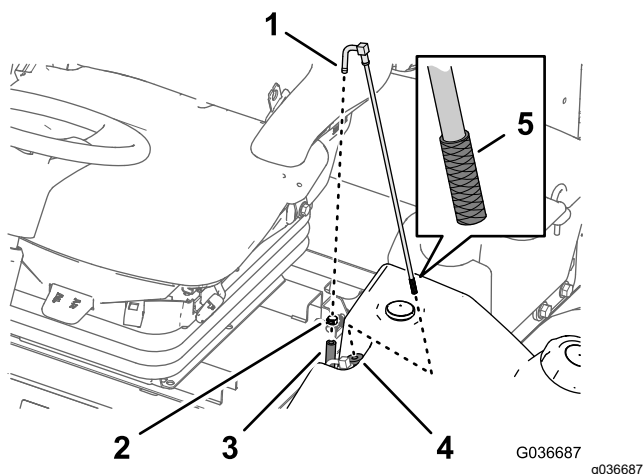

図 66
1. 燃料供給ホースを燃料供給チューブに固定しているホースクランプを外す図 66。
2. フィッティングからホースを取り外す 図 66。
3. 燃料タンクから燃料供給チューブを取り出す 図 66。
4. 燃料供給チューブの端部のスクリーンにたまっているごみでいねいに取り除く 図 66。
5. ゴム製ブッシュを通して燃料タンク内部へ燃料供給チューブを挿入する 図 66。